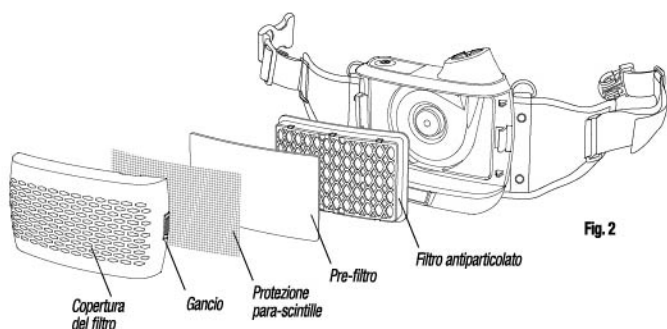

Fig. 2
- Installare il filtro antiparticolato come illustrato nella Fig. 2.